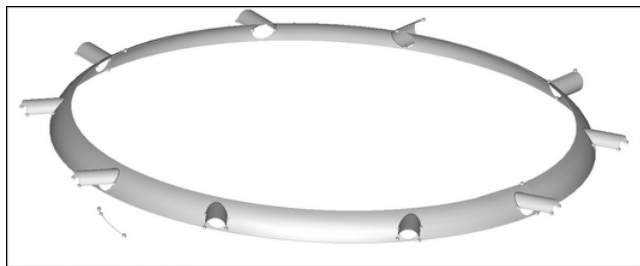

图 5-123 Edge Tools Isolate
(1) 在几何模型渲染模式 (Geometry Color Mode) 中选择 (👉 Auto) 选项, 在下拉式菜单中选择 By Topo, 并勾选实体渲染 (Shaded Geometry) (👉) 复选框。
(2) 选择 Edge Tools 面板。
(3) 单击 Isolate 按钮。HyperMesh 将对模型中的自由边进行辨别, 如图 5-123 所示。
(4) 选择 Free Edges 面板, 并单击 Equivalence 按钮。通过自由边操作, HyperMesh 将一次性的合并模型中所有的自由边对。如果通过本步操作后, 模型中依然有未合并的自由边对, 尝试适当增加清理容差 (Tolerance) 的大小, 并再次执行合并操作。
(5) 切换回 Edges Tools 面板, 重新单击 Isolate 按钮。用户界面中将弹出窗口 “No